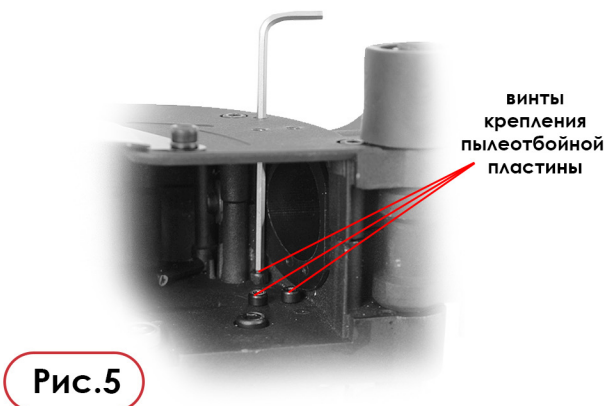

Рис.5
2. Через открывшиеся отверстия от открученных винтов, шестигранным ключом открутите винты крепления пылеотбойной пластины (Рис. 5).